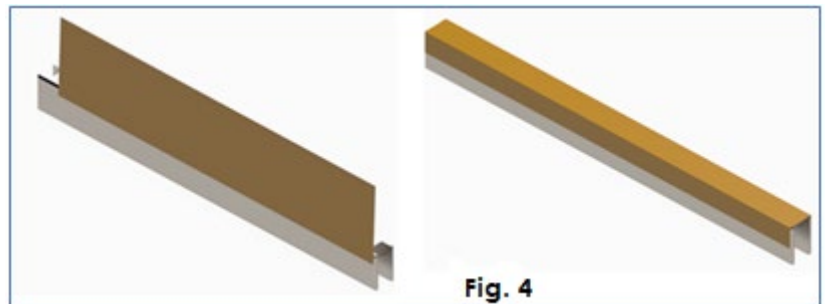

Fig. 2
- 2) Rimuovere il nastro di Teflon (**Fig. 2**).
7) Appoggiare un contenitore sufficientemente capiente (0,5 lt) in prossimità del tappo di scarico **fig. 2**.